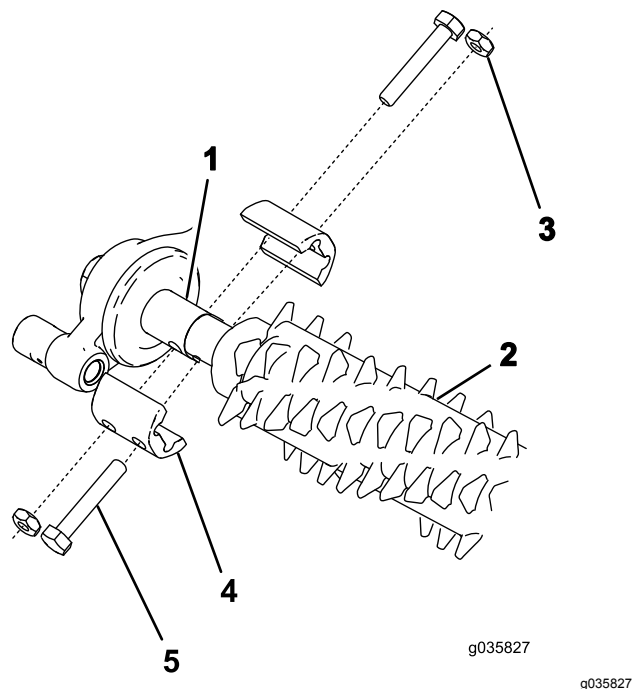

Figura 14
2. Alinee el conjunto de groomer con los ejes de transmisión de la caja de transmisión del groomer y del brazo libre (Figura 14).
3. Fije el groomer a la máquina, tal y como se muestra en la Figura 14 con 4 pernos (¼" x 1½"), 4 contratuercas y 4 abrazaderas del eje.